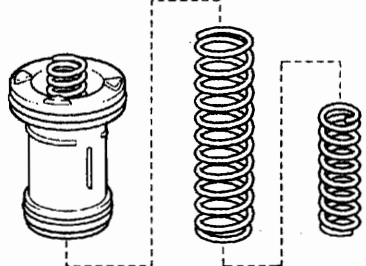

图 12-1-92
②C3 蓄能器弹簧见图 12-1-92, 参数见表 12-1-5。